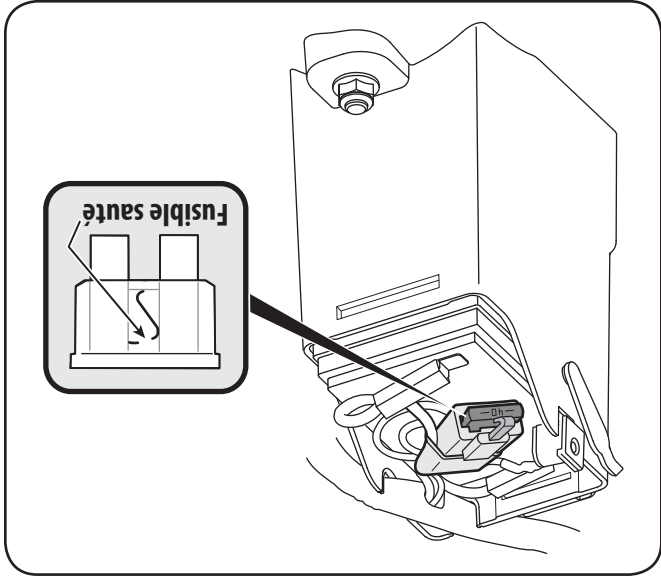

Figure 7-5
2. Sortez le fusible de sa douille et examinez-le soigneusement, comme à la Fig. 7-5. S'il est endommagé, remplacez-le avec un fusible de type automobile de 40 ampères.